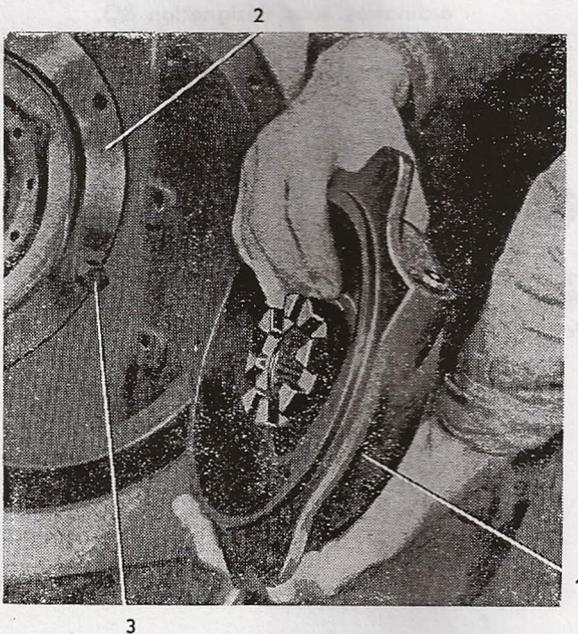

Fig. 100
2. Déposer le couvercle du mécanisme de blocage du différentiel (fig. 100/1) en dévissant les trois vis M 10×30.
6. Déposer la bride du différentiel (fig. 100/2) en dévissant les vis M 10×25 (fig. 100/3).